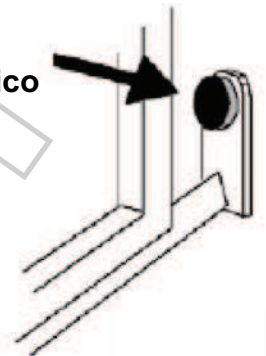
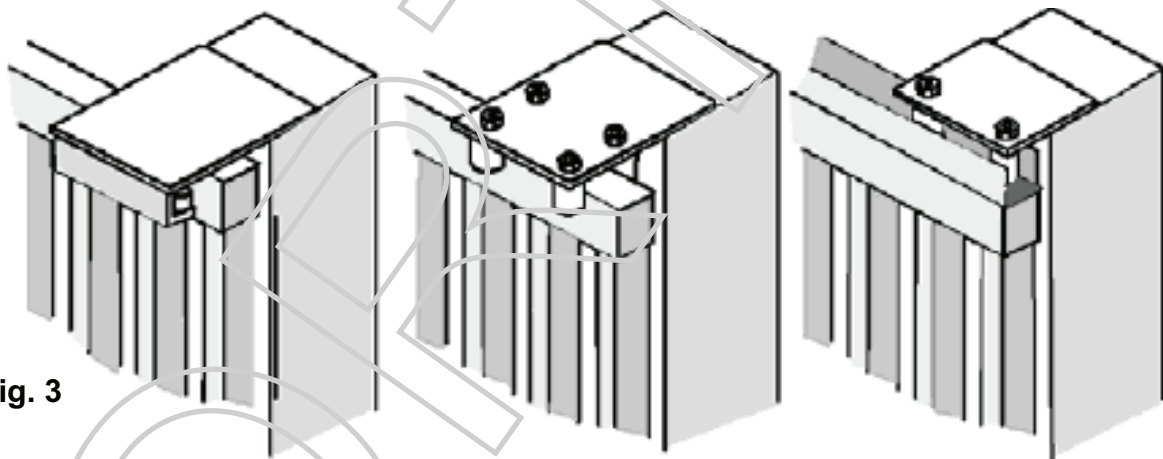

Fig. 2
Fig. 3
- Antes de proceder al montaje del automatismo controlar el buen funcionamiento de la cancela. Asimismo es conveniente verificar que la guía de desplazamiento a tierra ( **Fig. 1** ) no presente malformaciones, que se encuentre perfectamente nivelada y que el tope mecánico en apertura esté presente ( **Fig. 2** ), para evitar que la cancela salga de las guías superiores ( **Fig. 3** ).
Verificar que la guía de desplazamiento superior ( **Fig. 3** ) esté fijada firmemente y que la cancela se desplace libremente.
Posicionar el motorreductor y fijarlo con los pernos suministrados. **A** (**Fig.2**).
Fijar firmemente la cremallera en la cancela, dejando una distancia de 2 a 3 mm. desde el piñón del motor (**Fig.3**).